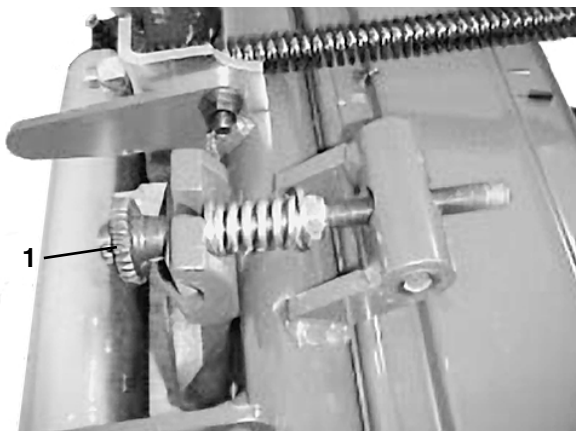

Fig. 21
1. Allentare il contatto fra cilindro e controlama girando in senso antiorario la manopola di regolazione della controlama (Fig. 21), fino ad eliminare ogni contatto.